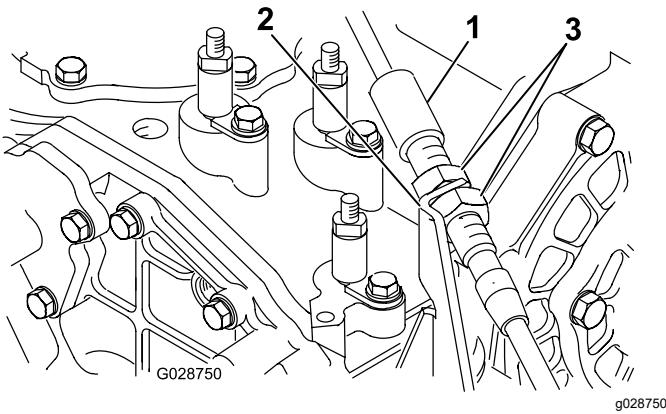

Figure 14
5. Insérez l'autre extrémité du câble du levier de la PDF dans l'ouverture sur le côté droit de la console et dans le support de câble à l'arrière de la console (Figure 14).